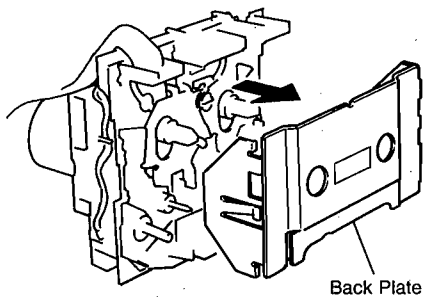

Fig. 5
- a. Pull out the Back Plate in Fig. 5.